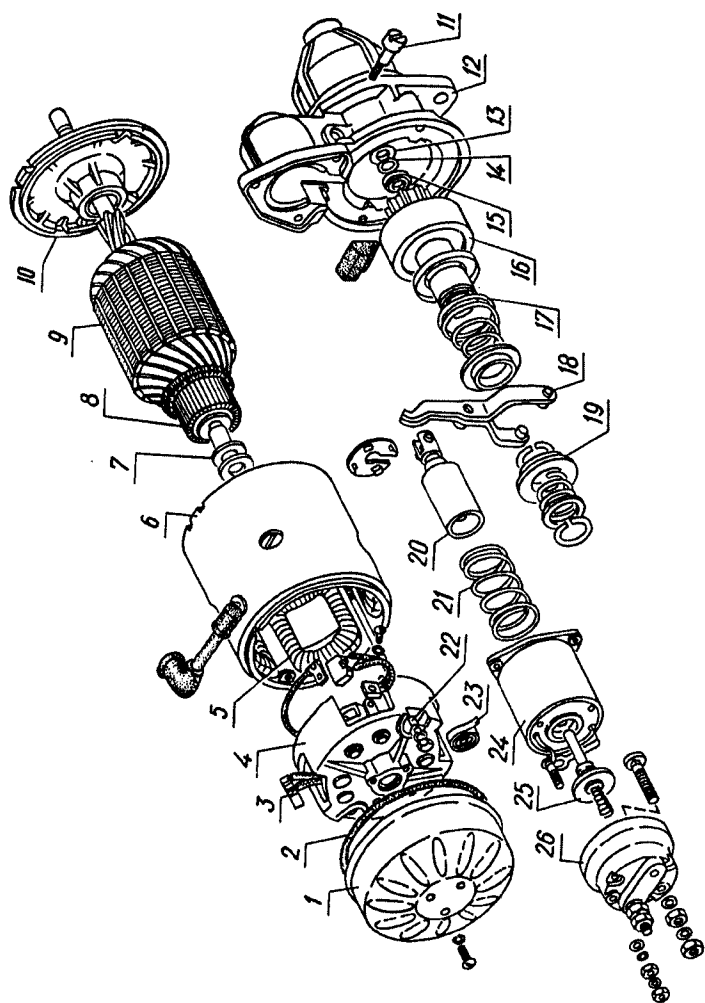

Рис. 76. Стартер:
Стартер (рис. 76) представляет собой четырехполюсный электродвигатель постоянного тока с электромагнитным возбуждением. Питание стартера осуществляется от аккумуляторной батареи. Стартер работает на принципе взаимодействия магнитного поля обмоток возбуждения и магнитного поля проводников, расположенных в якоре. Взаимодействие магнитных полей обмоток возбуждения и проводников якоря заставляет поворачиваться якорь. Для создания вращения якоря необходимо переключать электрический ток проводников якоря в определенной последовательности. Эту функцию выполняет коллектор и щетки. Коллектор установлен на валу якоря и к нему подключены все проводники, расположенные в пазах якоря.
- снять защитный кожух 1 (см. рис. 76),
- упорная втулка 15 (см. рис. 76) с буртиком надевается на вал якоря со стороны привода буртиком в сторону пружинного кольца,